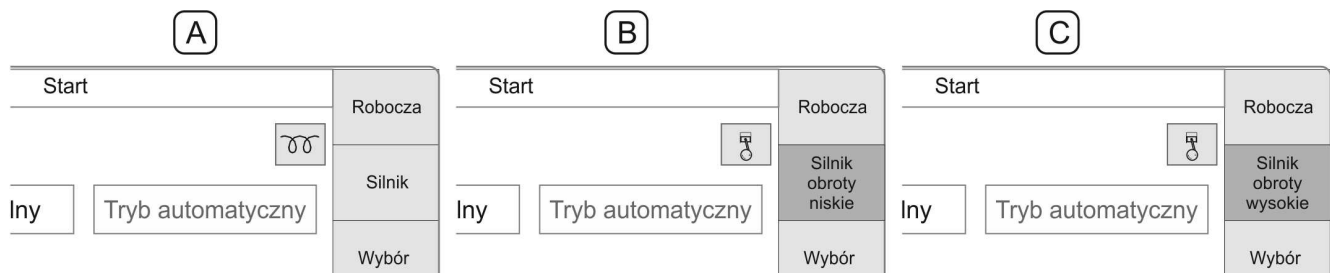

РИСУНОК 4.23 Запуск двигателя
- На стартовой странице "Старт" пульта управления (РИСУНОК 4.23) запустить двигатель при помощи кнопки "Двигатель", придерживая ее в течение 3 секунд (включается разогрев свечей накаливания, после чего двигатель должен включиться на низких оборотах – что сигнализируется контрольными лампочками).